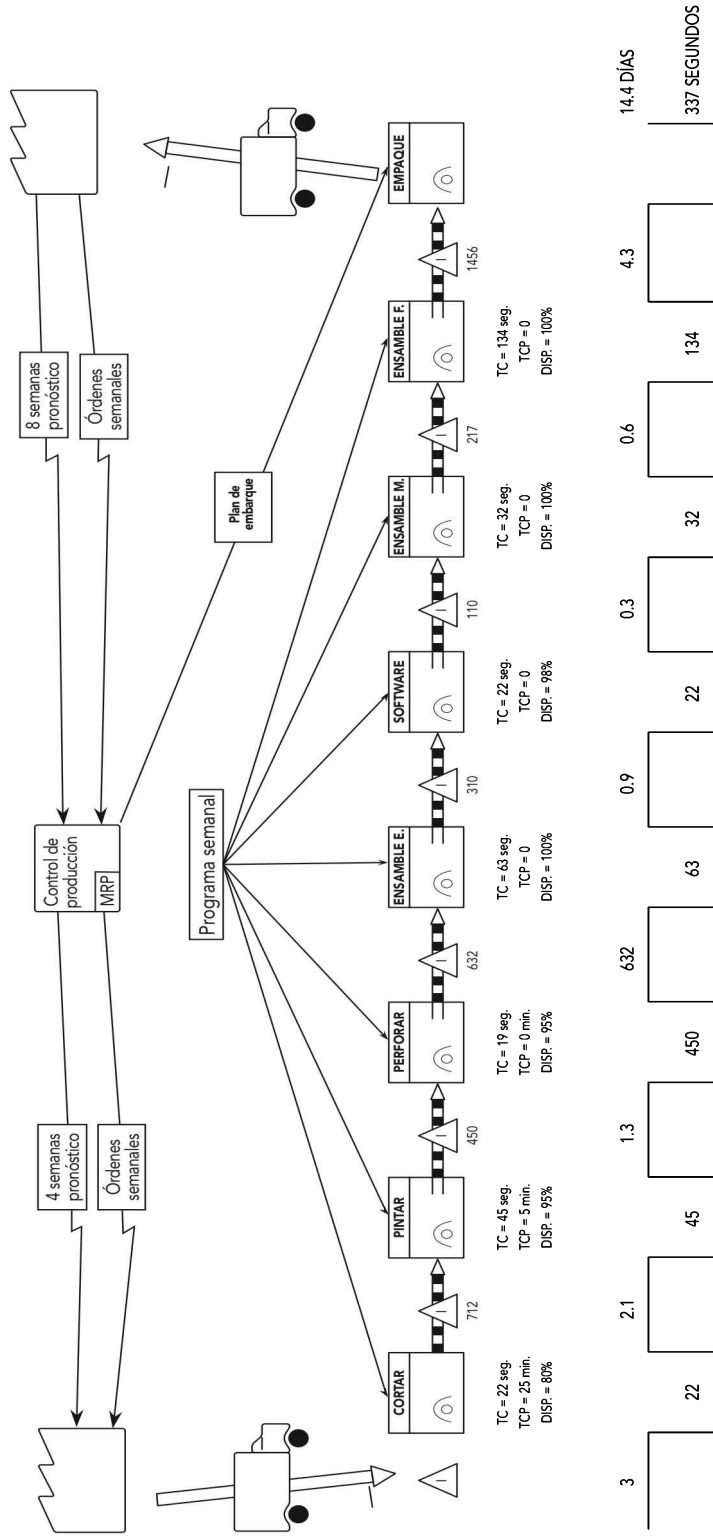

Figura 5.6
5. Integramos todo el mapa y evaluamos el tiempo que agrega valor (véase la figura 5.6).